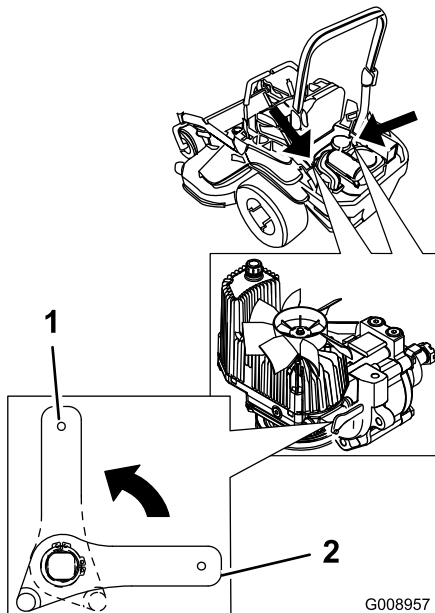

Figure 38
2. Tournez les leviers des vannes de déblocage en position verticale pour pousser la machine (Figure 38).
4. Tournez les leviers des vannes de déblocage en position horizontale pour utiliser la machine (Figure 38).